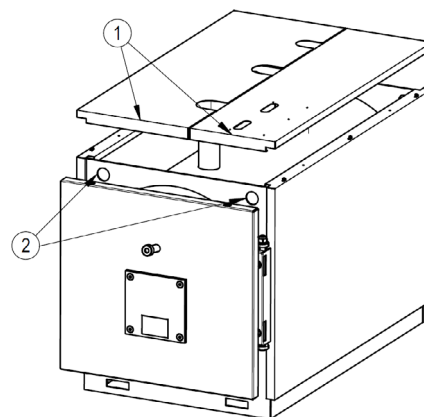

fig. 5
5.2.1 Pour les modèles MEGAPREX 92N+600N (Fig. 5)